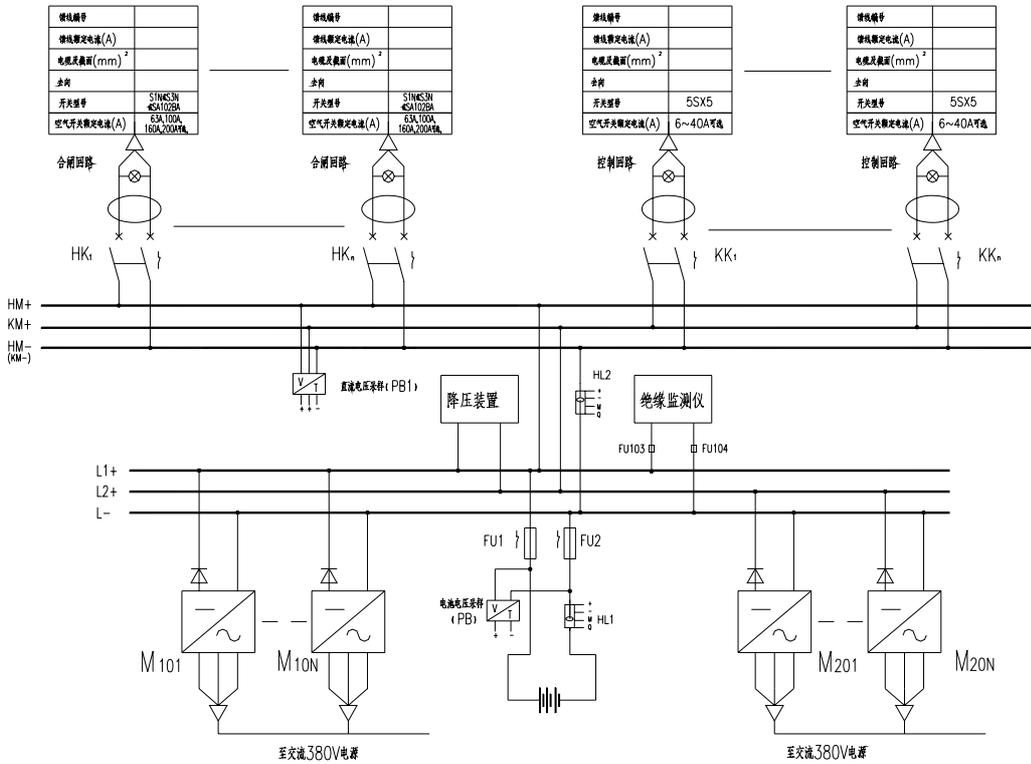

图 1-10 GZDW35 接线方案
3. 有降压装置 GZDW35, 同时设置控制母线模块, 见图 1-10。